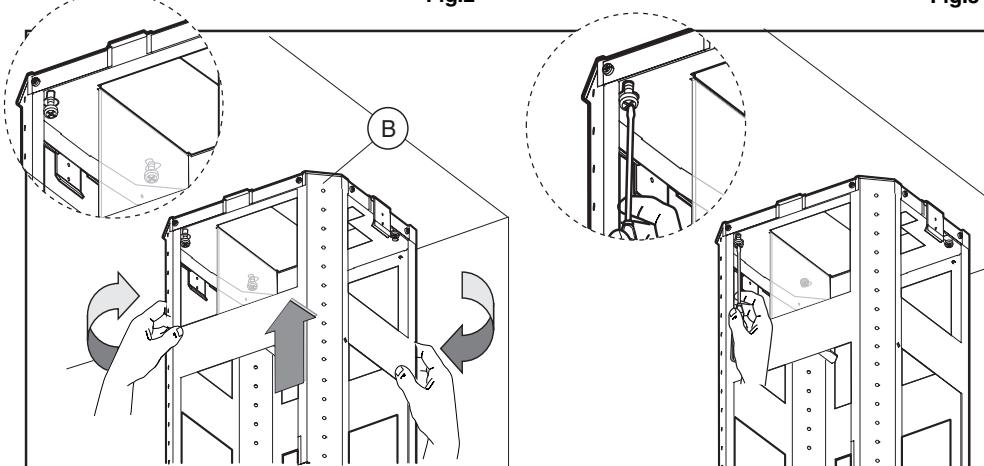

Fig. 4
- Prendre la partie supérieure de la structure **B** (fig.4) et l'insérer sur les 3 vis pas vissées complètement correspondant avec les 3 orifices fendus. Faire une petite rotation pour l'encastrement (fig.4) . Visser la quatrième vis **X** et serrer les 3 autres qui restent pour permettre le blocage définitif de la partie supérieure de la structure **B**.